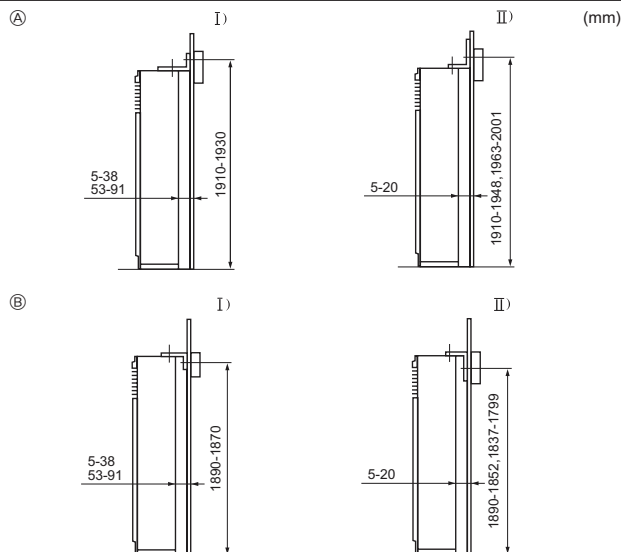

Fig. 3-3
- ① Applique anti-bascule
L'applique anti-bascule ① est installée sur la surface supérieure de l'appareil. Enlever les vis à tôle ② puis réinstaller l'applique, en suivant les indications de l'illustration. Pour obtenir les distances correctes d'installation, se reporter à la Fig. 3-3.
#### 3.3. Installation de l'applique anti-basculé (Fig. 3-3)